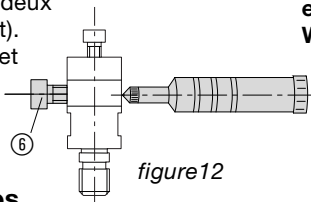

figure 12
Il est nécessaire de graisser le porte outil. Démontez la vis ⑥. Pour accéder au perçage exécuter trois rotations. Positionner le graisseur au niveau de la tête de vis, graisser (deux courses suffisent). Remonter la vis et la bloquée (figure 12).